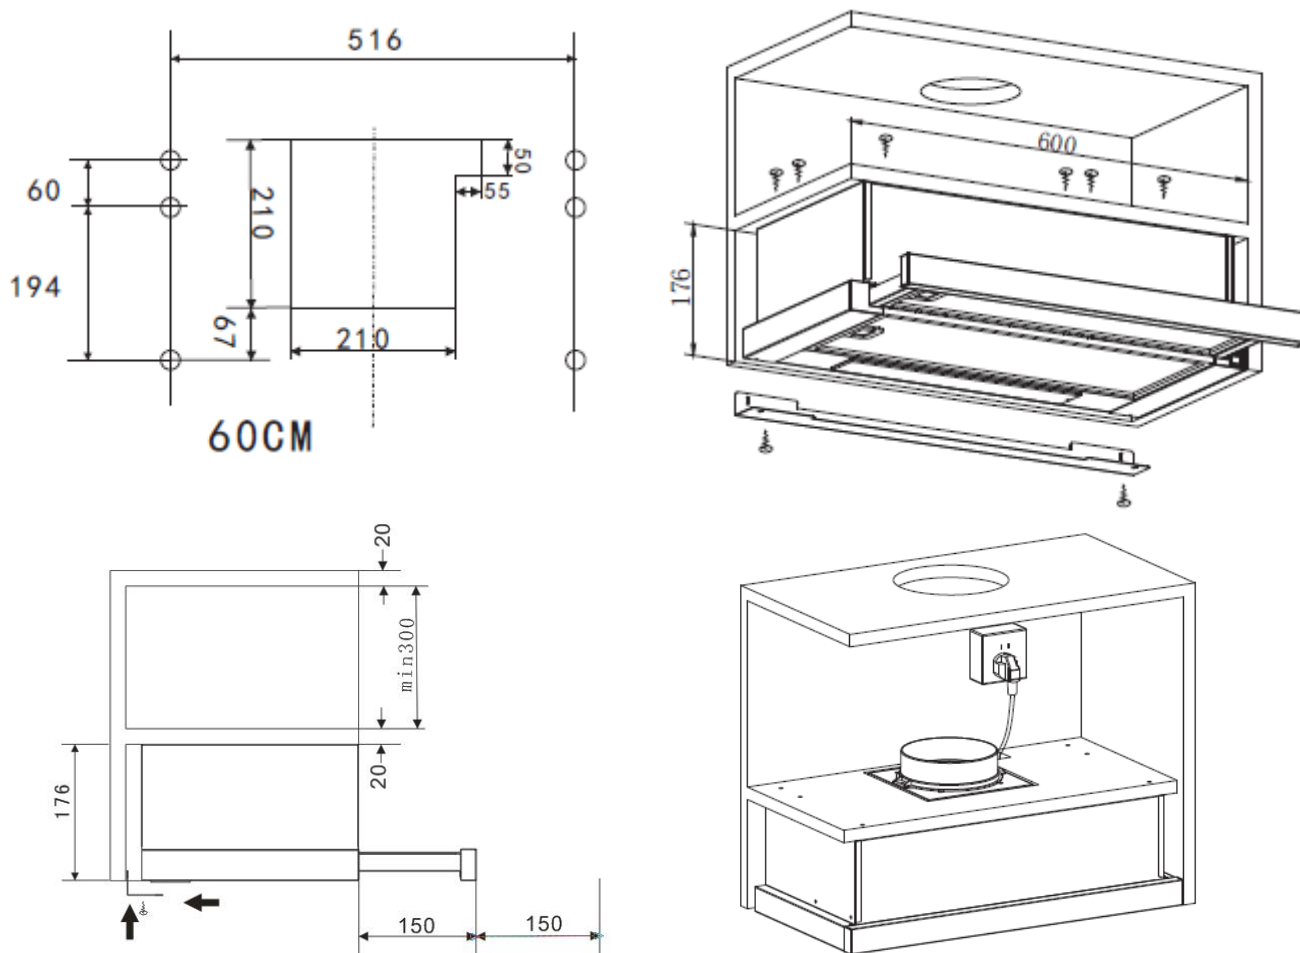

Рис.6
2. Просверлите 6 отверстий диаметром 6 мм в планке шкафа. И закрепите вытяжку на шкафу с помощью 6 винтов (4x35 мм) и плоских шайб. Смотрите рисунок 6.